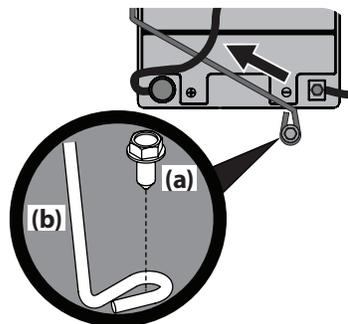

Figure 20
NOTE : Le faisceau électrique doit être placé au-dessus de la barre de retenue de la batterie. Autrement, il risque d'être endommagé. Voir Figure 20 à la page 11.
3. Retirez le boulon hexagonal (a) qui fixe la tige de retenue de la batterie (b) au châssis. Faites pivoter la tige de retenue de la batterie (b) vers le haut et retirez la batterie. Voir Figure 20.